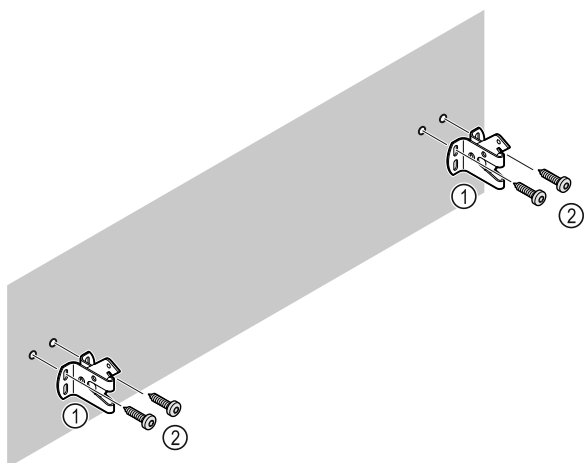

Fig. 12
Afhankelijk van de eigenschappen van de wand (hout, beton) geschikt bevestigingsmateriaal (bijv. pluggen) en voldoende bevestigingspunten gebruiken Fig. 12 (2).
- Borghaken bevestigen. Fig. 12 (1)